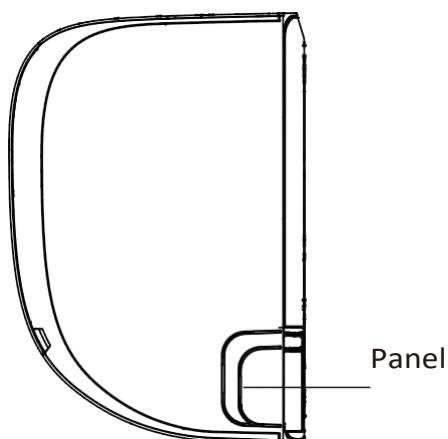

Fig. 3.3
2. Se o furo de parede estiver atrás da unidade, mantenha o painel removível no lugar. Se o furo de parede estiver ao lado da unidade interior, remova o painel removível de plástico desse lado da unidade. (Ver **Fig. 3.3**) Isto irá criar uma abertura através da qual a sua tubagem pode sair da unidade. Utilize um alicate de ponta fina se o painel de plástico for demasiado difícil de remover manualmente.